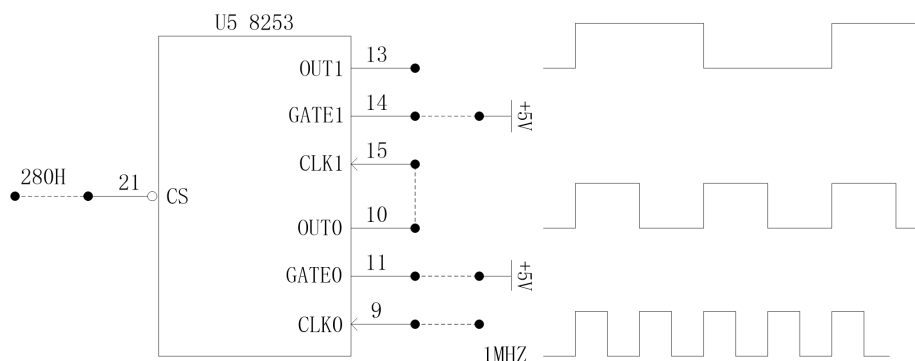

图 2 8253 实验 2 电路图
2. 按图2连接电路，将计数器0、计数器1分别设置为方式3，计数初值设为1000，用逻辑笔观察OUT1输出电平的变化(频率1HZ)。